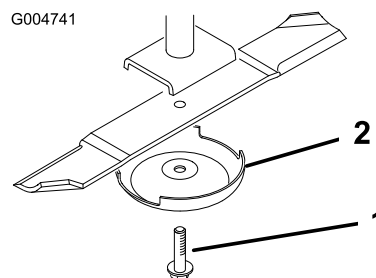

Figura 130
3. Togliete il bullone, la coppa antistrappo e la lama dall'asse del perno (Figura 130).